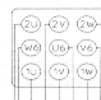

Bild 8
• mit Anlaspolschalter with pole-changing starting switch -> Bild 8